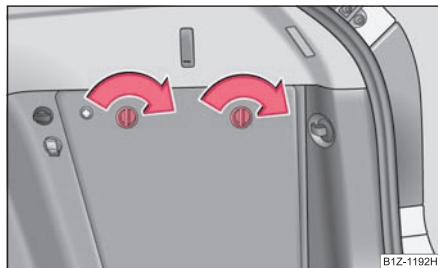

Fig. 254 Maletero: Compartimento guardabombillas lateral
- Desmonte la cubierta del compartimento lateral girando los cierres en el sentido de la flecha ⇒ fig. 254.